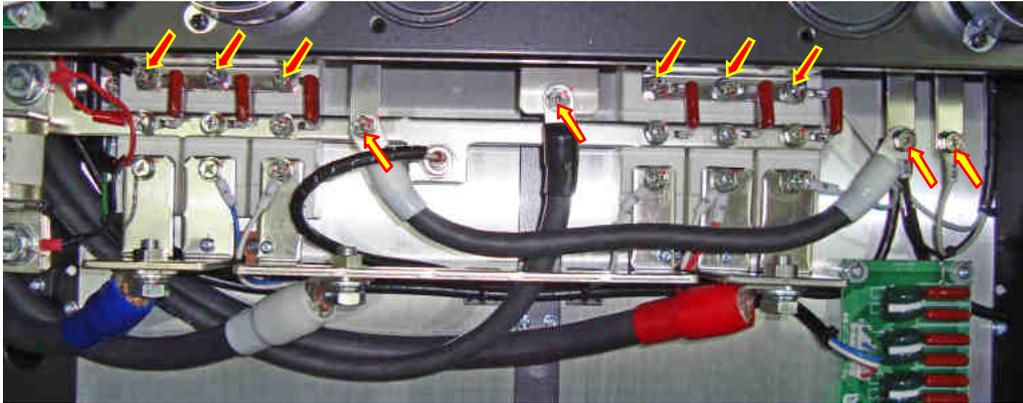

Рис. 6.18.
6.11.3. Выкрутить 6 винтов крепления шин блока конденсаторов к диодно-тиристорным модулям, обозначенных красными стрелками на рис. 6.18 и положить их в тару. Выкрутить 4 винта крепления проводов разрядного резистора и силовых проводов (желтые стрелки на рис. 6.18), винты и провод положить в тару.